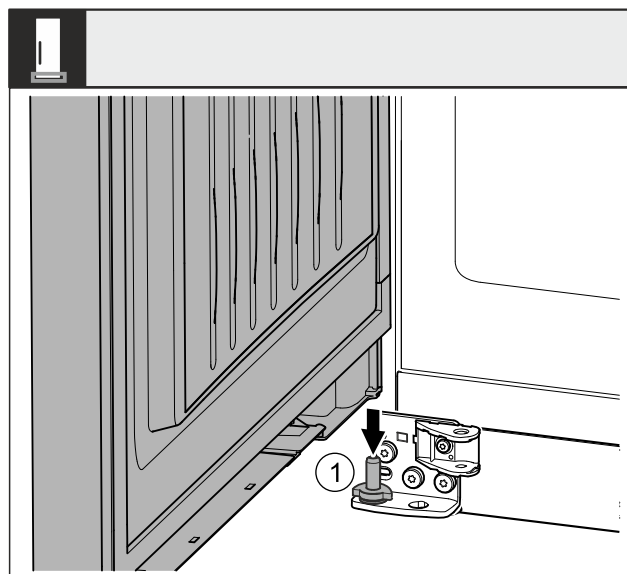

Fig. 43 *
- Dveře nasadte shora na dolní ložiskový čep Fig. 43 (1).*